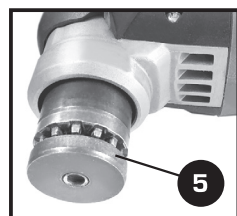

Figura 9
- En el caso de que la máquina tenga instalado algún accesorio, quítelo para liberar el soporte de herramientas **(5)** (figura 9).